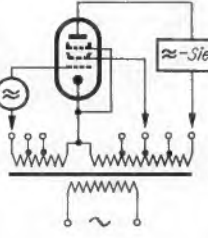

Bild 3. Prinzip der Aussteuerungsprüfer (Klasse 3)
Das Zusatzgerät trägt nach Bild 1 Fassungen für Miniatur-, Noval- und Rimlockröhren. Auf der Unterseite befindet sich ein Stahlröhrensockel, der in die zugehörige Fassung des Hauptgerätes gesteckt wird. Das Gehäuse besteht aus zwei Blechteilen nach Bild 3 und 4, die miteinander verschraubt werden. Die Verdrahtung erfolgt nach Bild 2 am besten durch einen Kabelbaum. Für die Leitungen von der Rimlockfassung zum Stahlröhrensockel ist Litze zu wählen oder eine biegsame Krümmung im Kabelbaum vorzusehen. Alle gleichlautenden Ziffern werden miteinander verbunden.
3. Aussteuerungsprüfer, deren Anzeige in erster Linie von der Steuerfähigkeit der Röhre abhängt. Bild 3 läßt erkennen, daß hier zur Gittervorspannung noch eine besondere Signalspannung in Reihe gelegt wird, die im Anodenkreis ausgesiebt und gemessen werden kann. Das Ergebnis ist eine willkürliche Größe, die zwar Rückschlüsse auf die relative Steilheit des Prüflings, nicht aber auf ihren tatsächlichen Wert zuläßt. Infolgedessen ist der Nutzen dieser Methode gegenüber der zweiten Klasse kaum größer.